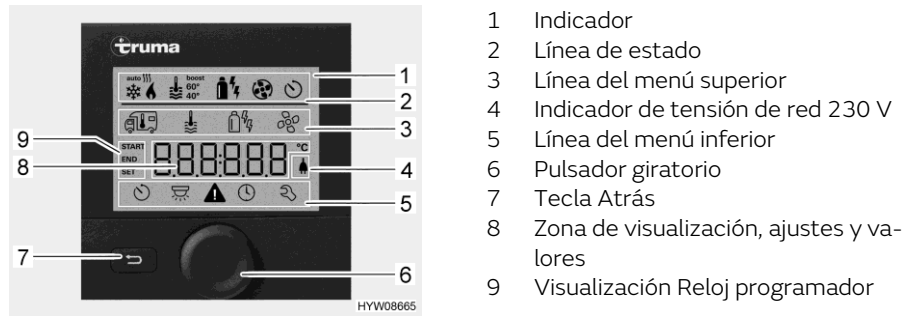
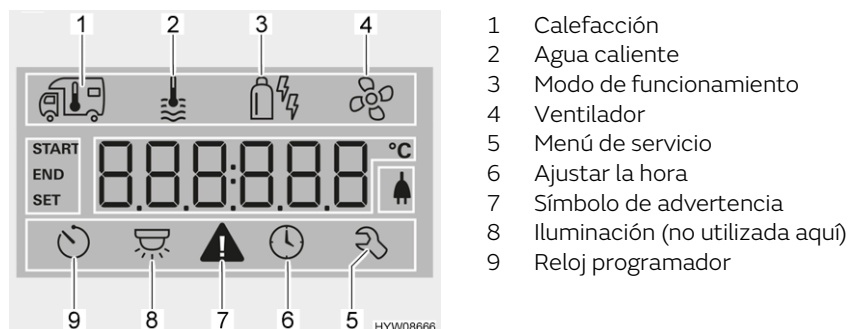

Fig. 81 Unidad de mando con visualizaciones
Fig. 82 Display (unidad de mando)
- Línea de estado (Fig. 81,2)
- Línea del menú superior (Fig. 81,3)
- Zona de visualización (Fig. 81,8)
- Línea del menú inferior (Fig. 81,5)
- Pulsar el pulsador giratorio (Fig. 81,6) por aprox. 3 segundos. Se visualizarán las dos líneas de menú (Fig. 81,3 y Fig. 81,5). El primer símbolo parpadeará.
- Girar el pulsador giratorio (Fig. 81,6) hasta que parpadee el símbolo de menú deseado.
- Pulsar el pulsador giratorio para guardar el valor ajustado. Si sin embargo no se desea cambiar el valor ajustado originalmente: Pulsar la tecla Atrás (Fig. 81,7).
- Girar el pulsador giratorio (Fig. 81,6) hasta que parpadee el símbolo de menú Calefacción (Fig. 82,1).
- Pulsar el pulsador giratorio para guardar el valor ajustado. El símbolo en la línea de estado (Fig. 81,2) parpadeará hasta que se haya alcanzado la temperatura ambiente ajustada. Si sin embargo no se desea cambiar el valor ajustado originalmente: Pulsar la tecla Atrás (Fig. 81,7).
- Girar el pulsador giratorio (Fig. 81,6) hasta que parpadee el símbolo de menú Agua caliente (Fig. 82,2).
- Pulsar el pulsador giratorio para guardar el valor ajustado. El símbolo en la línea de estado (Fig. 81,2) parpadeará hasta que se haya alcanzado la temperatura de agua caliente ajustada. Si sin embargo no se desea cambiar el valor ajustado originalmente: Pulsar la tecla Atrás (Fig. 81,7).
- Girar el pulsador giratorio (Fig. 81,6) hasta que parpadee el símbolo de menú de modo de funcionamiento (Fig. 82,3).
- Pulsar el pulsador giratorio para guardar el modo de funcionamiento ajustado. Si sin embargo no se desea cambiar el modo de funcionamiento ajustado originalmente: Pulsar la tecla Atrás (Fig. 81,7).
- Girar el pulsador giratorio (Fig. 81,6) hasta que parpadee el símbolo de menú Ventilador (Fig. 82,4).
- Girar el pulsador giratorio (Fig. 81,6) hasta que parpadee el símbolo de menú Reloj programador (Fig. 82,9).
- Pulsar el pulsador giratorio. El reloj programador estará activado. El símbolo Reloj programador (Fig. 82,9) parpadeará si el reloj programador está programado y activo.
En caso de una advertencia, parpadeará el símbolo de advertencia (Fig. 82,7). La calefacción continuará funcionando. Si sólo se trata de una avería temporal, el símbolo de advertencia se apagará automáticamente.